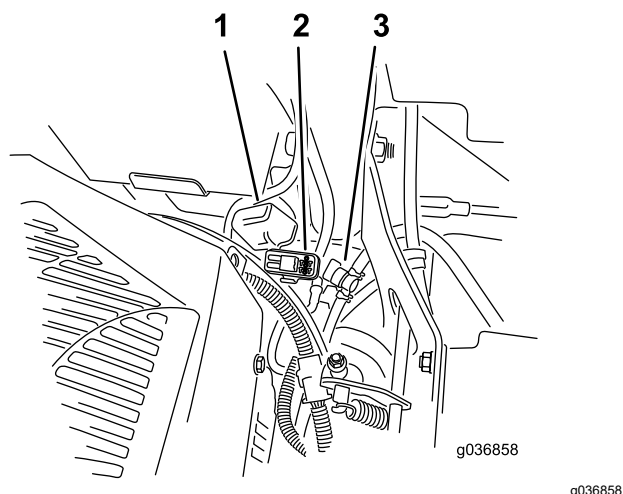

Figure 54
Remarque: Sur les machines MyRide, assurez-vous que le câble de masse ne frotte pas contre le bras tiré ou le support d'amortisseur inférieur (Figure 54).
Les fusibles sont situés sur la console droite, près du siège (Figure 54).
2. Remplacez le fusible (Figure 54).